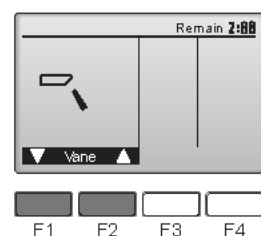

Fig. 8-4
- ② Πατήστε το κουμπί [ΕΠΙΛΟΓΗ] για να εμφανιστεί η οθόνη της λειτουργίας Vane (Πτερύγιο) και, στη συνέχεια, πατήστε το κουμπί [F1] και [F2] για να ελέγξετε την αυτόματη διακύμανση της κατεύθυνσης του αέρα. (Fig. 8-4)